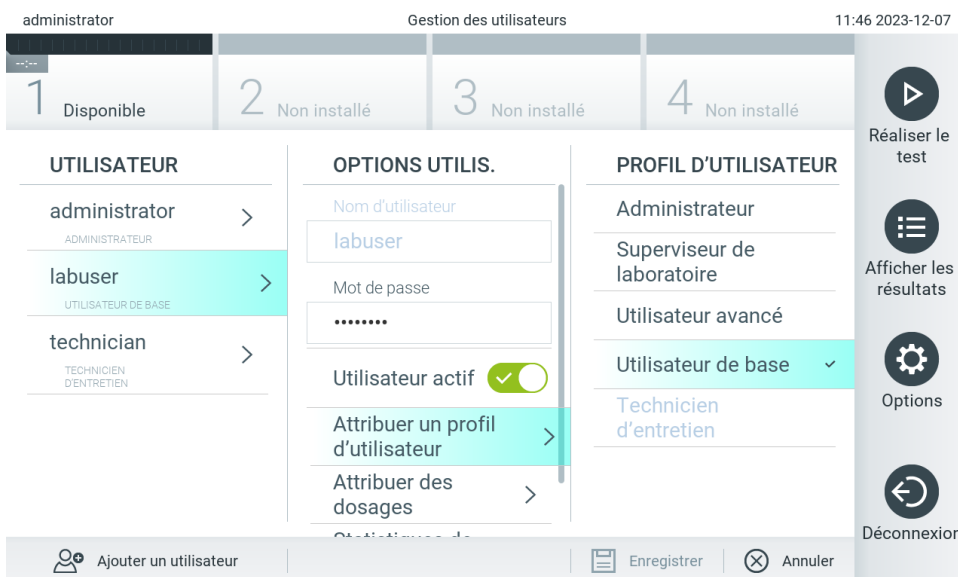

Figure 52. Attribuer des profils d'utilisateur aux utilisateurs.
- Assign User Profile (Attribuer le profil d'utilisateur) : permet d'attribuer un profil d'utilisateur différent pour cet utilisateur [p. ex. Administrator (Administrateur), Laboratory Supervisor (Superviseur de laboratoire), Advanced User (Utilisateur avancé), Basic User (Utilisateur basique)]. Sélectionnez le profil utilisateur approprié dans la liste située à droite de la zone de contenu (figure 52).